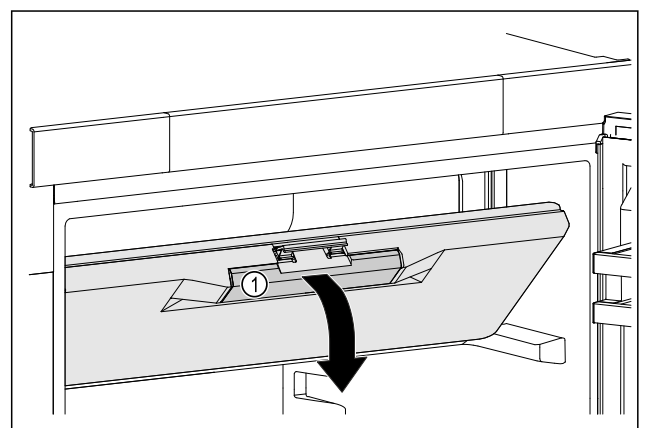

Fig. 52
- ▶ Gefrierfachtür an der Griffmulde Fig. 52 (1) anfassen.